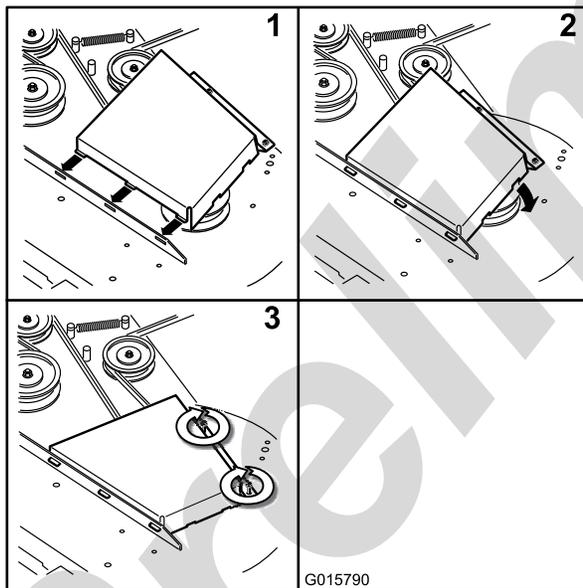

Figura 69
11. Instale las cubiertas de la correa (Figura 69).